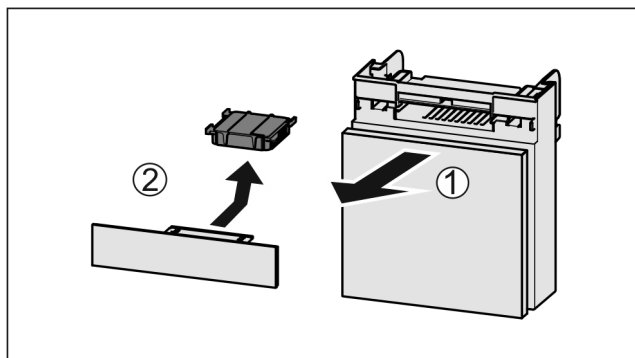

Fig. 225
- ▶ Pretinac izvadite Fig. 225 (1) prema naprijed.
- ▶ Izvadite filter s aktivnim ugljenom Fig. 225 (2).